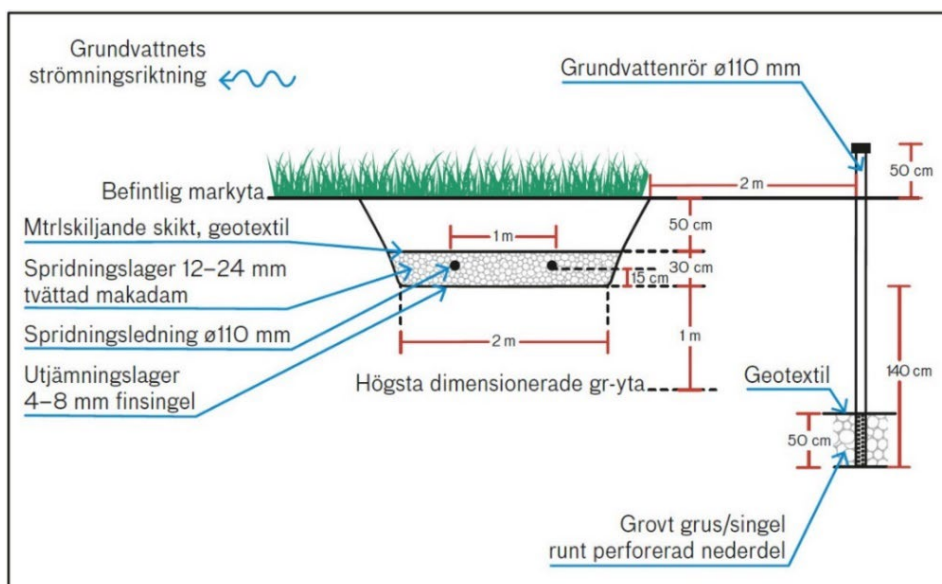

Figur 1. Detaljritning, permanent kontrollpunkt för grundvatten vid infiltration
- Botten på röret bör ligga minst 140 cm under infiltrationsnivån, se figur 1 och 2.
**Figur 1.** Exempel på tvärsnittsritning över infiltration med grundvattenrör för kontroll av grundvattennivå. Rörets botten bör ligga minst 140 cm under infiltrationsnivån (undre kanten på spridningslagret i detta exempel). Bifoga en tvärsnittsritning som underlag för installationsarbetet till din ansökan.